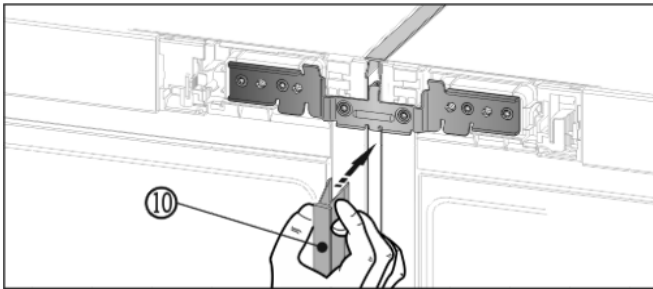

Fig. 14
- ▶ Druk aan de voorkant de lange afdeklijst Fig. 14 (10) in de verticale uitsparing. Zorg ervoor dat de lijst op de verbindingplaat rust.